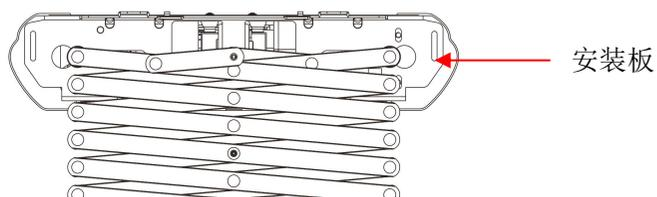

图 8
- 7、安装剪刀架：先将剪刀架一端滚轮滑进安装板滑槽内，移动剪刀架，滑向另一端，确保剪刀两端滑轮都在安装板滑槽内，用剪刀架螺钉锁住短剪刀片（如图 8 所示），将钢丝绳卡头套进钢